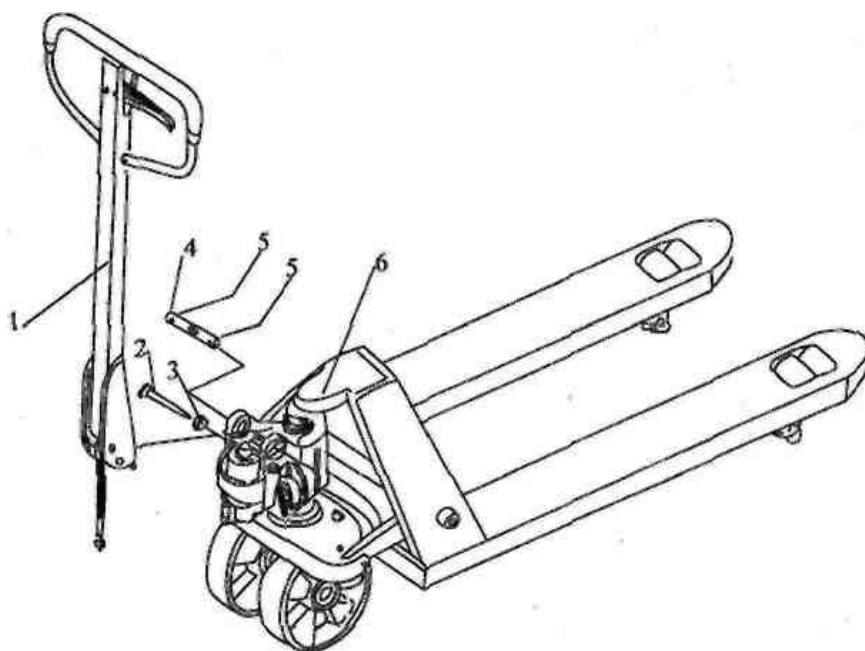

Fig. 1
2.2 Відгвинтите гайку (3), потім натисніть руків'я (1) вниз і видалите болт (2). (см. Fig. 1).